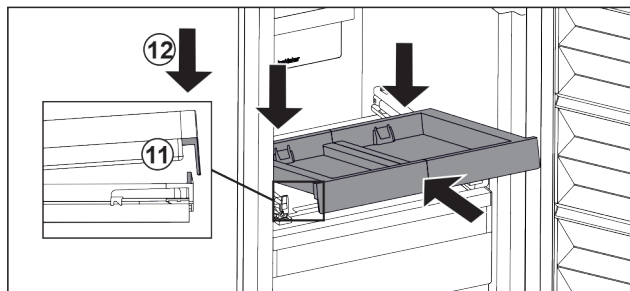

Fig. 121
- Schräg einschieben. Darauf achten, dass auf beiden Seiten der Anschlag hinter der Lasche ist. Fig. 121 (11)
- Auszugsbord vorne absetzen. Fig. 121 (12)